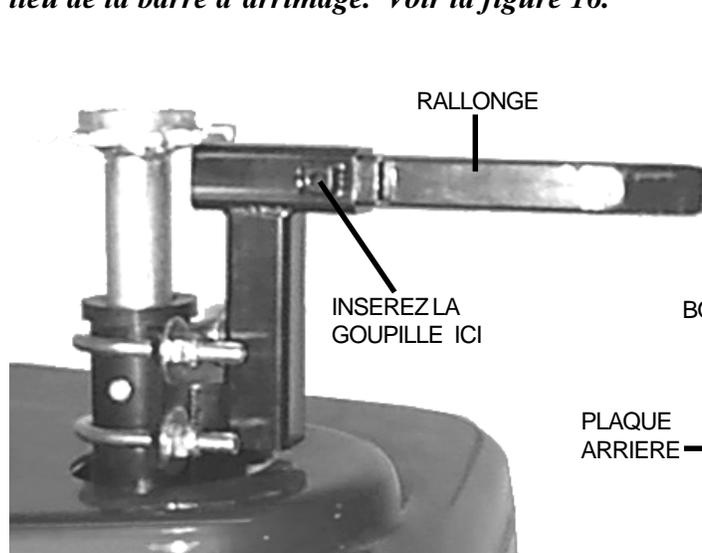

FIGURE 16.
NOTE: Le bras en 'C' peut aussi être utilisé avec ce dispositif simplement en insérant la rallonge au lieu de la barre d'arrimage. Voir la figure 16.
2. Placez la plaque arrière du dispositif contre le devant du mât du siège. **Voir la figure 16.**